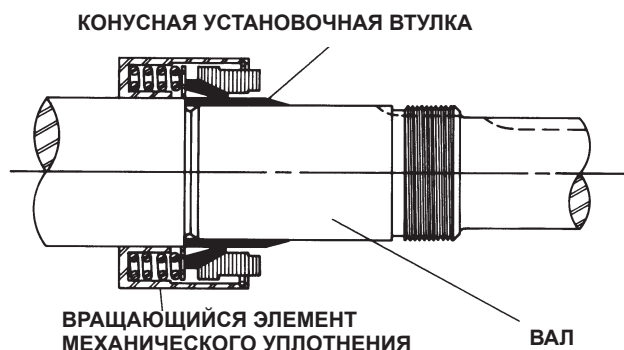

РИС. 10
- Наденьте на вал конусную установочную втулку. Обильно смажьте конусную втулку и внутреннюю поверхность вращающегося элемента светлым маслом. Консистентная смазка не рекомендуется. Насадите вращающийся элемент на вал и передвигайте его по конусной втулке. **См. рис. 10.**